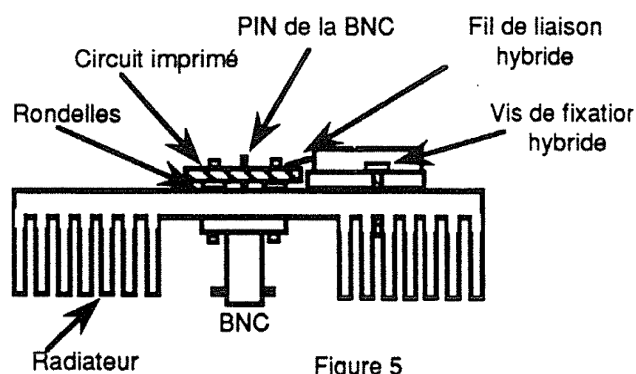

Figure 5
D) Mettre en place l'hybride. Il faut qu'il touche le circuit imprimé (voir figure 5).
sur la figure 5 et couper l'excédent du fil.
F) La figure 5 vous indique comment monter l'ensemble.